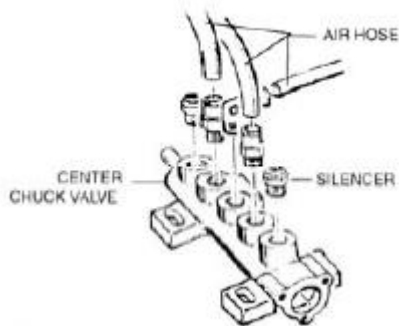

Рис.12
- 13) Для очистки и замены всех видов 5-ходовых клапанов, следуйте шагам 10, 11 и 12 (рис.12).